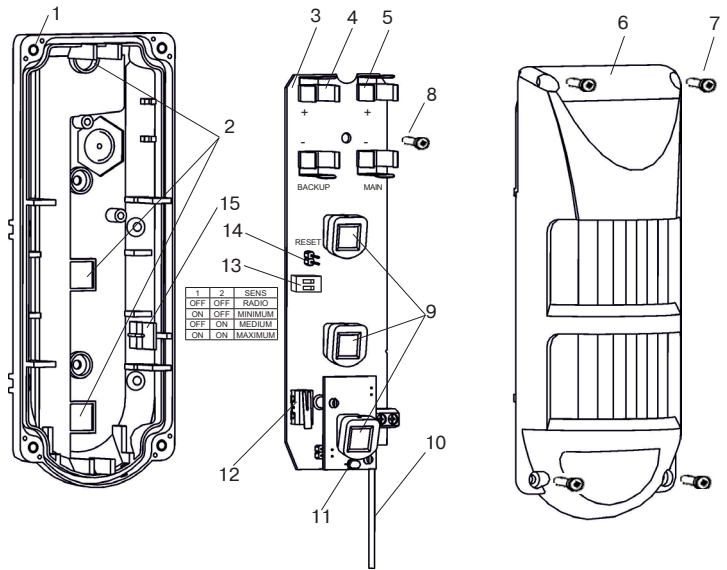

Рисунок 1 – Конструкция «Пирон-8Б-РК»
Извещатель (рисунок 1) состоит из основания (1), печатной платы (3) и крышки (6). На печатной плате расположены держатели двух батарей CR123A – основной (5) и резервной (4), три ИК пироприемника (9), антенна (10), входит в комплект поставки, двухцветный световой индикатор (11), датчик вскрытия корпуса (12), DIP-переключатель (13) и контакты RESET (14). Печатная плата фиксируется на основании защелкой (15) и винтом (8). Крышка (6) крепится к основанию (1) четырьмя винтами (7) с использованием герметизирующей прокладки.